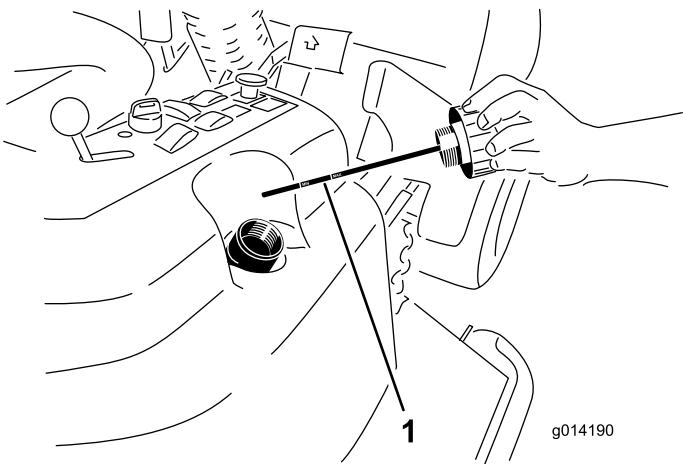

Figura 62
2. Retire el tapón de llenado de aceite hidráulico (Figura 62) del cuello de llenado.
3. Retire la varilla y límpielo con un paño limpio (Figura 62).
4. Introduzca la varilla a fondo en el cuello de llenado; luego retírela y compruebe el nivel del aceite (Figura 62). Si el nivel no está entre las muescas de la varilla, añada suficiente aceite hidráulico de alta calidad para que llegue a la zona de las muescas. **No llene demasiado.**